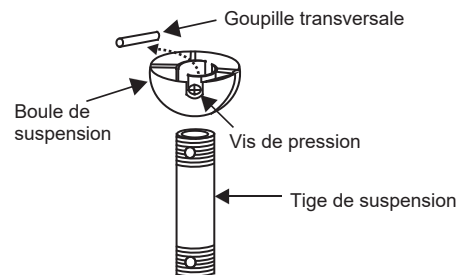

Fig. 7
**Étape 5.** Retirez la boule de suspension de la tige de fixation en desserrant la vis de blocage, en dévissant et en retirant la goupille transversale et en retirant la boule de la tige (**Fig. 7**).